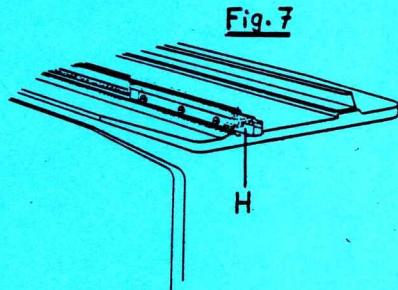

Fig. 7
- a) L'ouverture de la pince s'effectue par le levier de commande, resp. par le boulon d'excentrique E (Fig. 8). Le boulon d'excentrique E sert aussi au réglage du mouvement d'ouverture. Le réglage de ce mouvement peut seulement être effectué si le boulon d'excentrique E se trouve environ au milieu de la pièce de fixation H (Fig. 7). A l'aide des clefs à fourche correspondantes, l'écrou de fixation J ainsi que le boulon d'excentrique E (Fig. 8) peuvent être tournés.
Attention: Un mauvais réglage peut avoir pour conséquence que la prise des becs-fils n'est pas assurée et si le boulon d'excentrique se trouve trop près de la pièce de fixation, ceci aura pour effet un mouvement trop dur du chariot dans le domaine de la pièce de fixation H (Fig. 7).